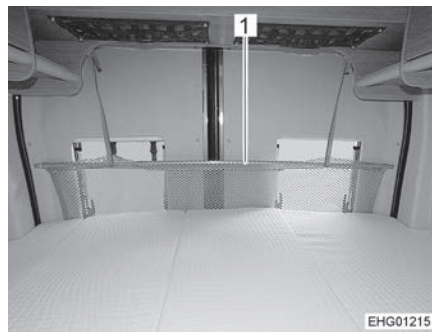

Bild 58 Herausfallschutz (Längsheckbett)
- ▷ Die Fenster der Hecktüren sind mit einem Herausfallschutz (Bild 58,1) ausgestattet.